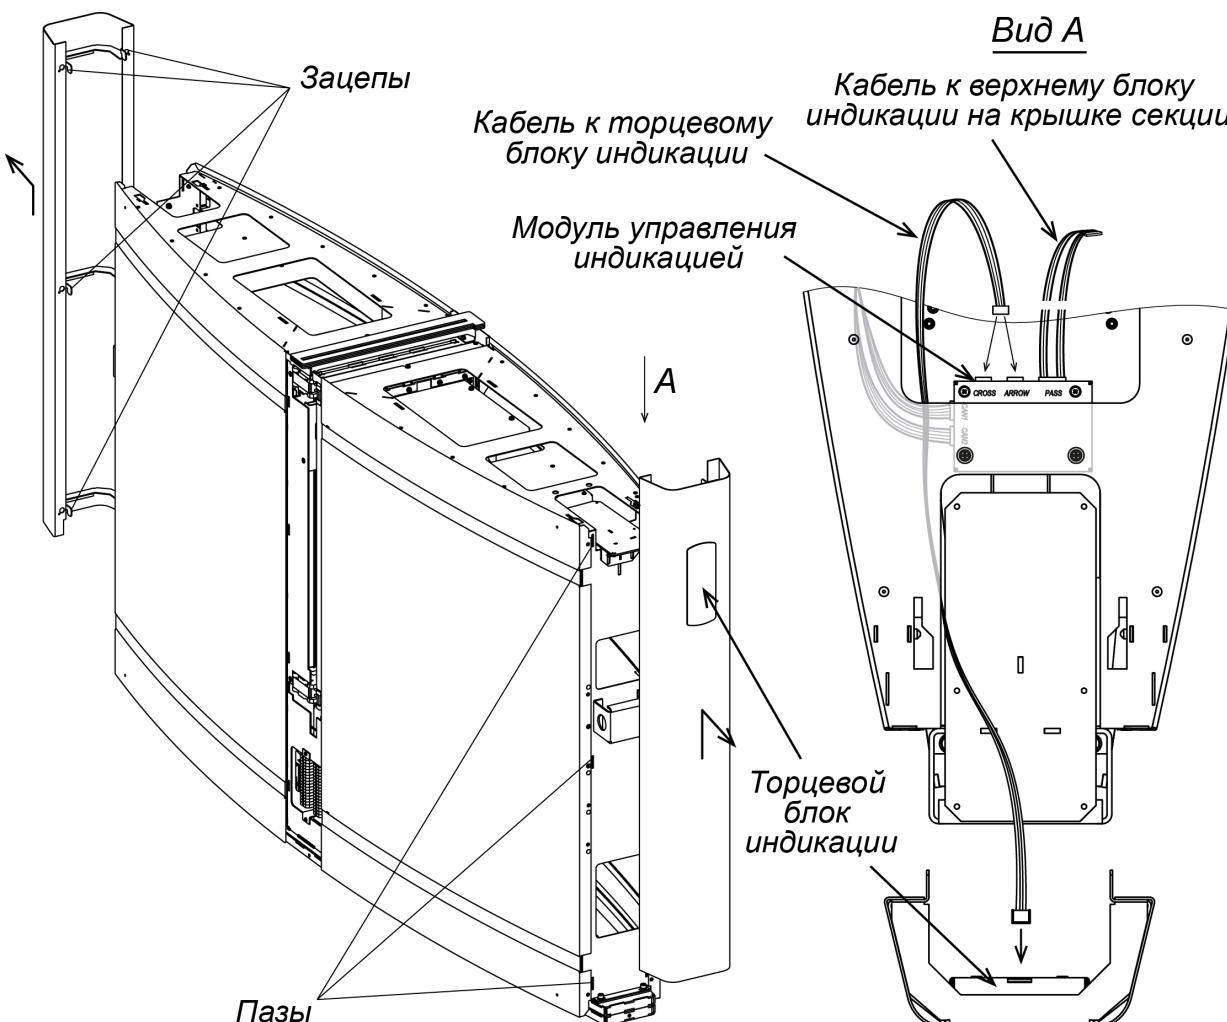

Рисунок 19. Демонтаж торцевой панели
21. Распакуйте створки стеклянные (1), стекла заполнения (2), стеклянные крышки секций (3), центральные вставки (4) и боковые панели (6) (ящики №2, №4).
- Установите торцевые панели (7) (см. разд. 8.7.1, рис. 19). Панель с торцевым блоком индикации (8) должна монтироваться со стороны секции с модулем управления индикацией, при этом к торцевому блоку индикации необходимо подсоединить соответствующий соединительный кабель от модуля управления индикацией (см. рис. 19). Для отображения на торцевом блоке индикации белой стрелки соединительный кабель должен быть подключен к разъему **ARROW** модуля управления индикацией, для отображения красного креста – к разъему **CROSS**.
- Смонтируйте стеклянные крышки (3) (см. разд. 8.7.8, рис. 26), крышка с верхним блоком индикации (5) должна монтироваться со стороны секции с модулем управления индикацией, предварительно к верхнему блоку индикации необходимо подсоединить соответствующий соединительный кабель от модуля управления индикацией (см. рис. 19).
1. Сдвиньте панель вверх вдоль торцевой стороны секции для вывода её из зацепов (допускается в качестве рычага использовать большую плоскую отвертку, вставленную в щель снизу панели), после чего аккуратно отведите её от секции (см. рис. 19) на расстояние около 10 см. Будьте осторожны и не повредите соединительный кабель!
Крышки с верхним блоком индикации должны устанавливаться со стороны секции с модулем управления индикацией, предварительно к верхнему блоку индикации необходимо подсоединить соответствующий соединительный кабель от модуля управления индикацией, см. рис. 19 и 26.